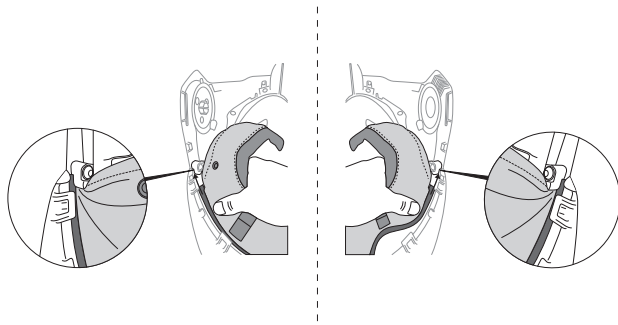

Fig. 13c
- c. Para reemplazar el sello facial, con la parte inferior del casco para soldar hacia arriba y el tubo del conducto de aire apuntando hacia fuera, coloque el sello facial con las lengüetas de agarre delanteras hacia arriba. Haga coincidir los bordes exteriores del retenedor de plástico delantero con las ranuras apropiadas de cada lado y coloque el centro en la ranura de la parte delantera del casco para soldar. Asegúrese de que esté bien ajustado en las ranuras centrales (Fig. 13c).